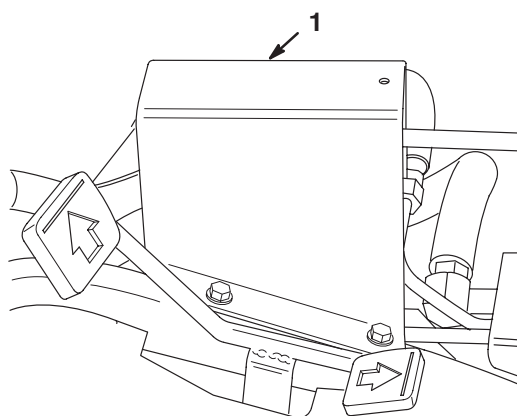

Figure 45
1. Placez les tiroirs 1, 2 et 3 au point mort (mi-course) et déposez le capot de protection de la tige de transfert sur le panneau au pied (Fig. 45).